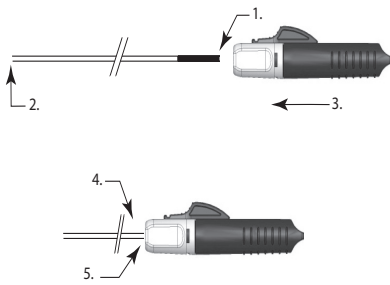

Rysunek 2
- W dalszym ciągu wsuwać odłączalną spiralę Axiom™ Prime aż do chwili, gdy znacznik wyrównania spirali na popychaczu implantu znajdzie się nieco dystalnie od proksymalnego znacznika mikrocewnika (patrz Rysunek 2).